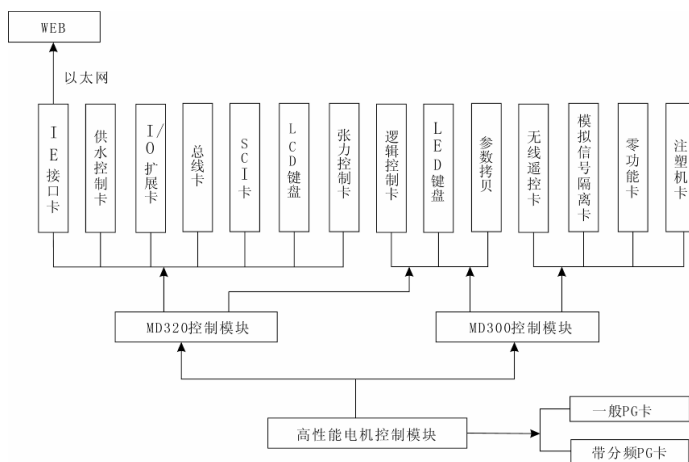

图2 MD系列变频器模块结构示意图
3) MD系列变频器的顶层模块是行业专用模块, 这是给行业专用需求提供的解决平台, 客户可以使用现有的解决方案, 也可以根据自身要求, 进行二次开发。这些顶层子模块如图2所示。